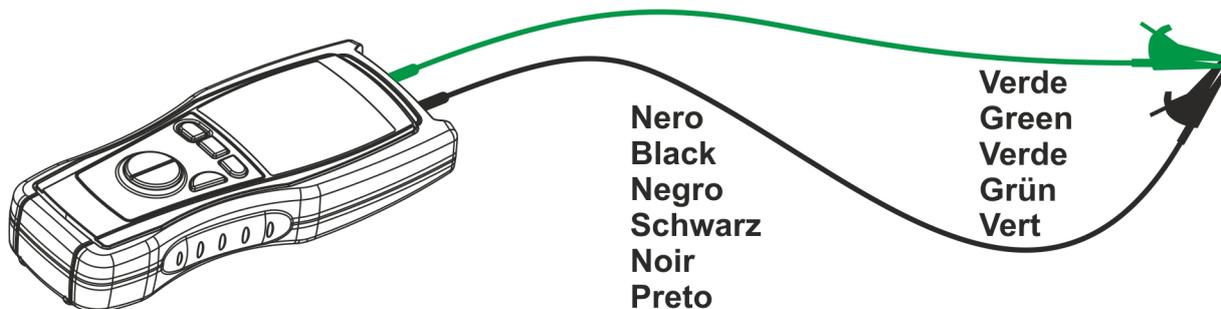

Fig. 10: Ligação dos terminais durante o procedimento de calibração
3. Curto-circuitar as extremidades dos cabos de medida (ver Fig. 10) tendo atenção para que as partes metálicas das ponteiros ou dos crocodilos façam um bom contacto entre si